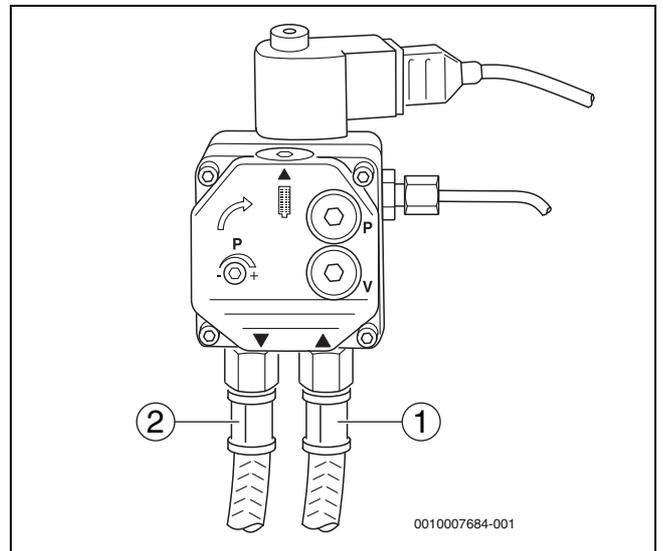

Bild 16 Ölpumpe – Danfoss
- ▶ Darauf achten, dass beim Anschließen der Ölversorgungseinrichtung Ölansaug- und Rücklaufleitung nicht vertauscht werden (→ Bild 16 und 17).